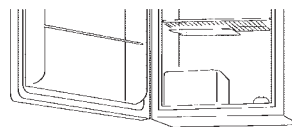

fig. 3
• Para descongelar el congelador, retire los alimentos y la charola para cubos de hielo del compartimiento del congelador. Su modelo puede requerirle colocar la bandeja del gotero bajo sección del congelador (véase fig. 3). Para descongelar, gire dial del control de temperatura a la posición de "Off" (Apagado). La descongelación generalmente se lleva a cabo en unas cuantas horas. Para descongelar más rápido, mantenga la puerta abierta y coloque un recipiente con agua tibia dentro del refrigerador.